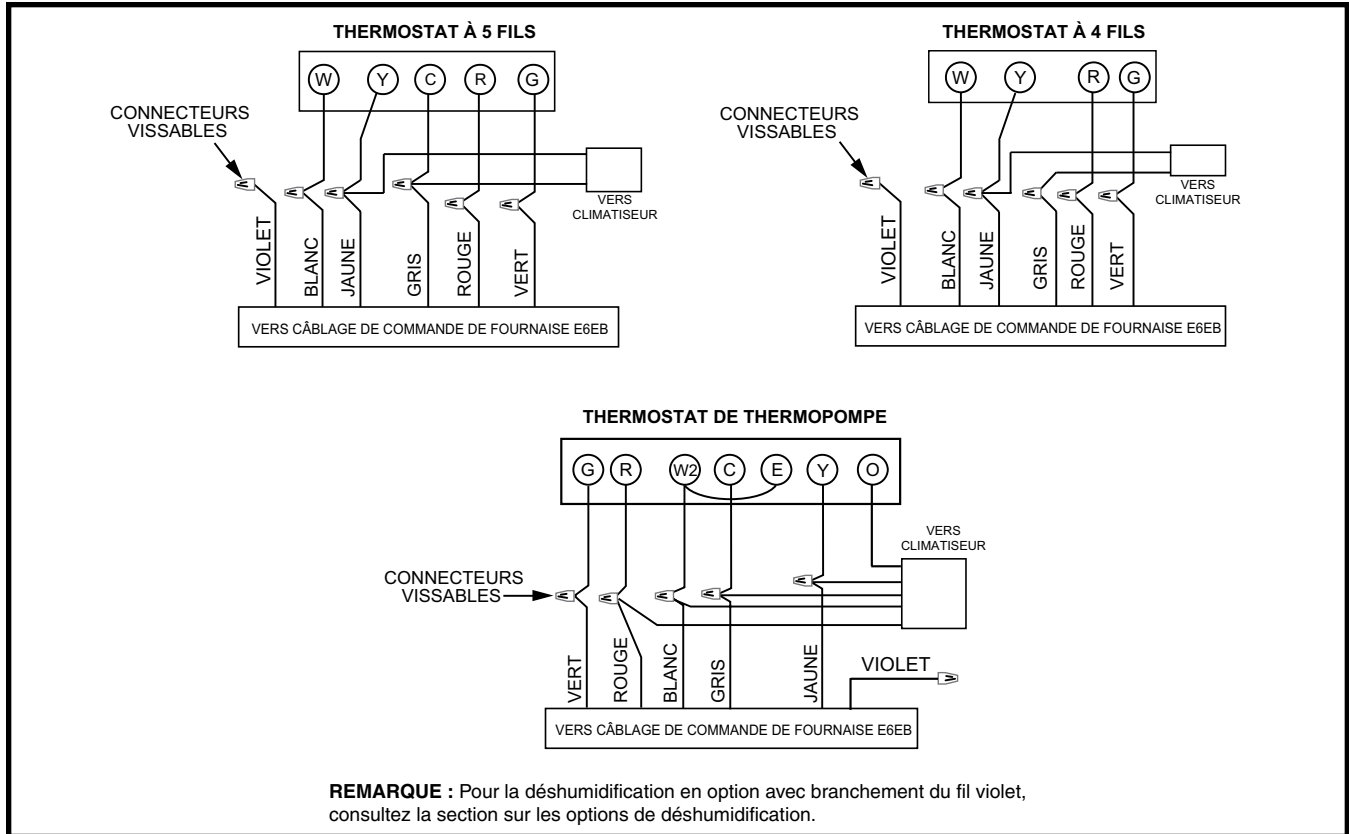

Figure 20. Raccordements de thermostat E7
- Le thermostat doit être monté à environ 1,5 m (5 pi) au-dessus du sol sur un mur intérieur. N'installez PAS le thermostat sur un mur extérieur ou à tout autre emplacement où la chaleur rayonnante d'un foyer, la lumière du soleil ou les appareils d'éclairage et la chaleur par convection des registres à air chaud ou des appareils électriques pourraient avoir une incidence négative sur son fonctionnement. Consultez la feuille de directives du fabricant du thermostat pour obtenir les renseignements de montage détaillés. Voyez la Figure 20 \(page 16\) pour les branchements de thermostat typiques.
REMARQUE : L'installation d'un circuit de thermostat à quatre fils est une exigence minimale. Toutefois, il est recommandé d'utiliser un conducteurs à 5 fils pour ajout futur d'en thermostat chaud/froid. Tous les fils de thermostat non utilisés doivent être bien recouverts. Voyez la Figure 20 \(page 16\) pour différents branchements de thermostat.